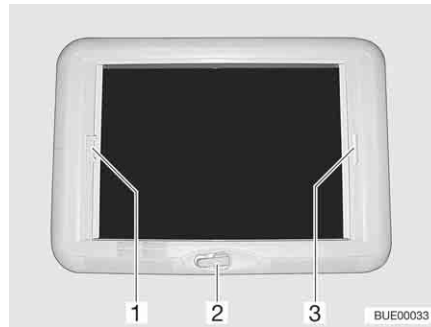

Fig. 76 Lanterneau à manivelle
- Tourner la manivelle (Fig. 76,2) jusqu'à ressentir une résistance (angle d'ouverture max. 70°).
- Tirer la poignée du dispositif occultant plissé (Fig. 76,3) et le relâcher lorsqu'il a atteint la position voulue. Le dispositif occultant plissé reste alors à cette position.
- Tirer sur la poignée (Fig. 76,1) de la moustiquaire jusqu'à toucher la poignée du dispositif occultant plissé (Fig. 76,3) située vis-à-vis et la faire s'enclencher.
- Appuyer sur la poignée de la moustiquaire (Fig. 76,1) vers l'arrière et le haut et décrocher la moustiquaire du dispositif occultant plissé (Fig. 76,3).